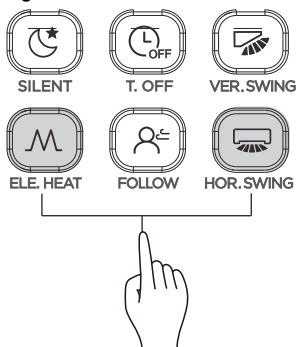

Abbildung 3.19
1) Drücken Sie  und  gleichzeitig, um die Taste  zu sperren (siehe Abbildung 3.19), wird auf dem Display Bildschirm das Sperrsymbol angezeigt ;